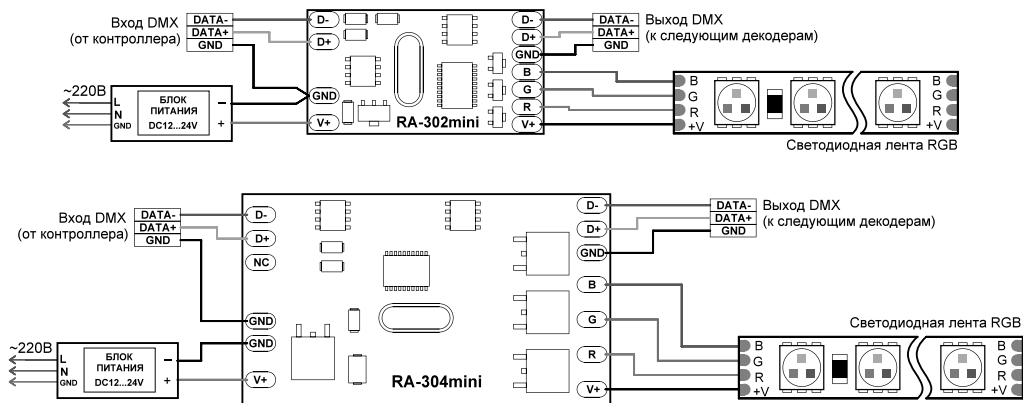

Рисунок 1. Схема подключения декодера.
- 3.3. Подключите нагрузку к выходу декодера, обозначенному символами **V+**, **R**, **G**, **B**. Соблюдайте полярность и расположение проводов (см. Рисунок 1).